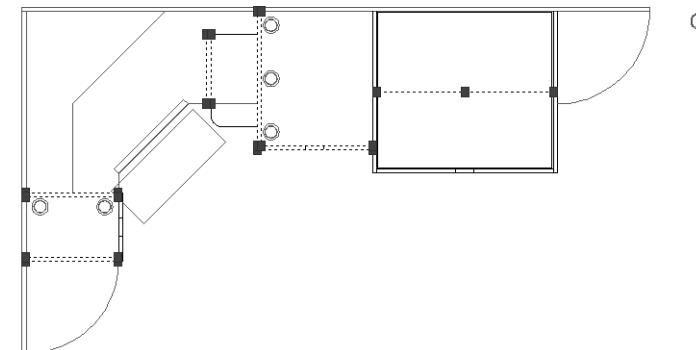

Рис. 6.21 ▼ Объекты, подлежащие перемещению на слой **Высота 320**
4. Заморозьте слой **Высота 320** и переместите на него объекты, показанные на рис. 6.21 (две боковые стенки малой тумбы, боковые стенки тумбы системного блока и большой тумбы, фасад большой тумбы и горизонтальная линия контура полки парты).